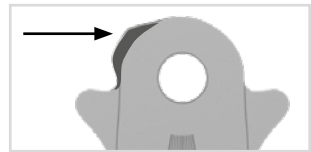

Abb. 32
Wenn Sie die Umrüstooptionen (siehe Abschnitt 11) nicht benötigen, können Sie die Nase an der senkrechten Linie (Abb. 32 und 33) komplett wegfeilen.
- 1 Beschleifen Sie den Systemfußbügel entlang der Laserlinie (Abb. 32 und 33).